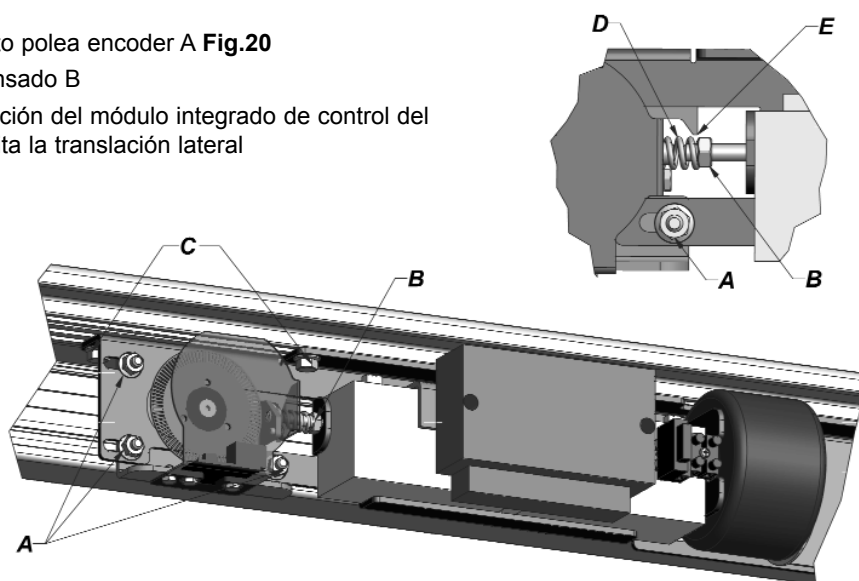

Fig. 20
- Aflojar los dados de fijación del conjunto polea encoder A **Fig.20**